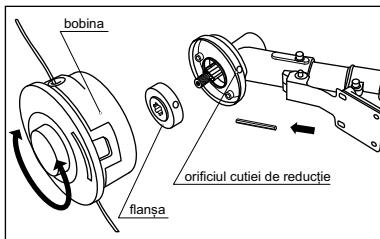

fig. 9
- Scoateți bucșa din arbore, apăsați pe șaibă, lăsând șaiba flanșei în poziție (fig. 9).